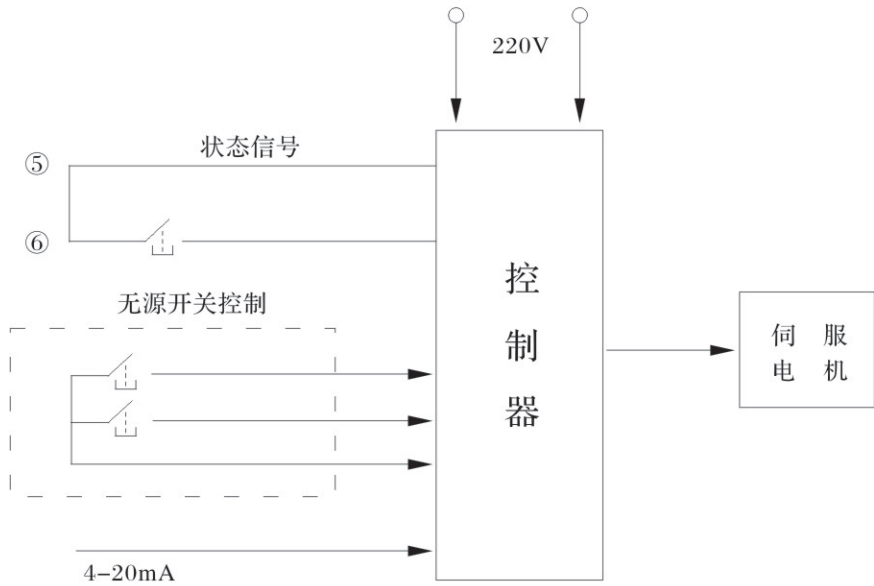

图4 电气控制原理图
无源开关量控制。给CPU一个状态信号，外部无源触点经光电隔离后，控制功率驱动电路驱动伺服电机。触点闭合，电机运转。反之，则电机停转。(注：使用开关量控制前，必须先状态接点⑤、⑥闭合前，完成行程调试和设置。)外部控制电气原理见图4。